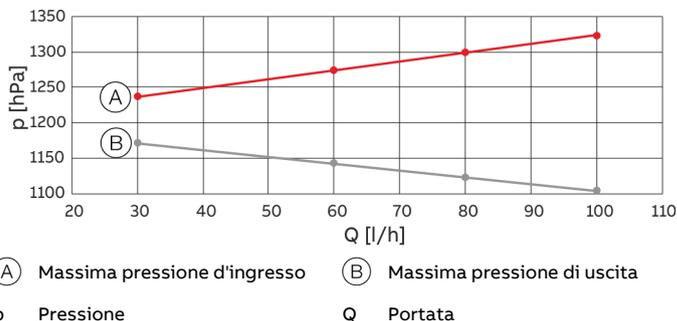

Figura 1: max. pressione hPa abs. per pressione interna 1200 hPa abs.
- Mantenimento dei limiti di pressione per il gas campione d'ingresso e di uscita secondo **Figura 1**.